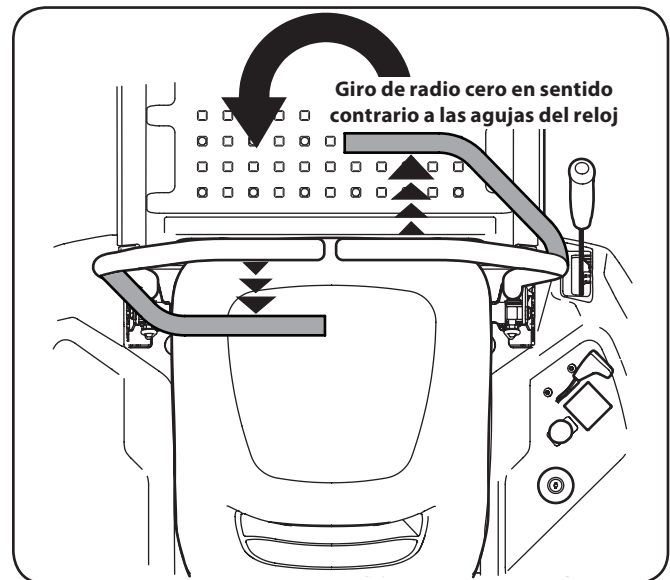

Figura 5-10
3. Para girar en sentido contrario a las agujas del reloj, mueva la palanca de control del lado derecho hacia adelante mientras mueve simultáneamente la palanca de control izquierda hacia atrás. Consulte la Figura 5-10.